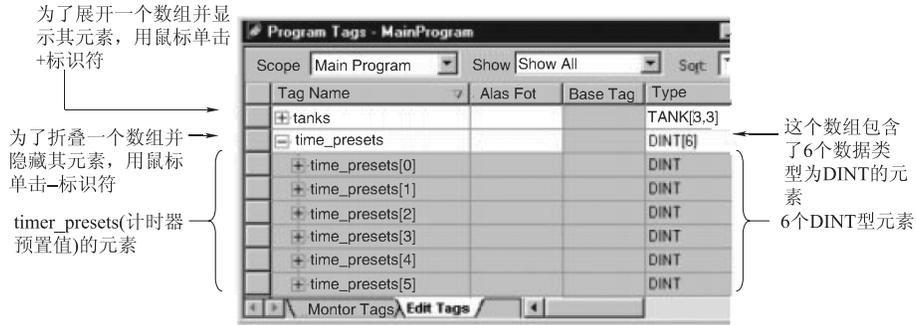

图 1.100 一维数组标记
② 一维数组标签。以定时器为例, 单个定时器指令可以按几挡不同的时间宽度来定时。每一挡都要求有不同的预算值。因为一个数组中的所有数值都具有相同的数据类型(双整型), 如图 1.100 所示。
③ 二维数组标签。一个打孔可以在一本书上打 1~5 个洞, 机器根据每个洞到书边缘的距离值来确定孔的位置。要组织这些数据, 需要使用一个二维数组。第一个下标表示定位洞所需要的数据, 第二下标表示需要打洞的数目 (1~5 个), 如表 1.6 所示。